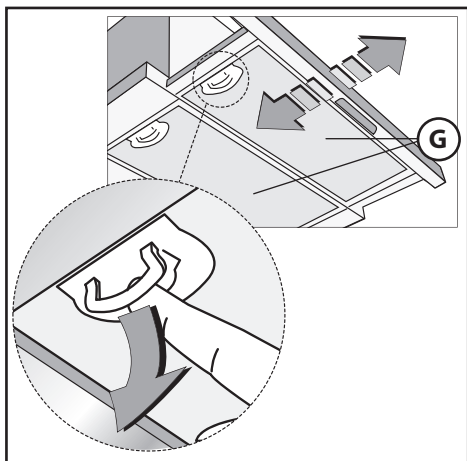
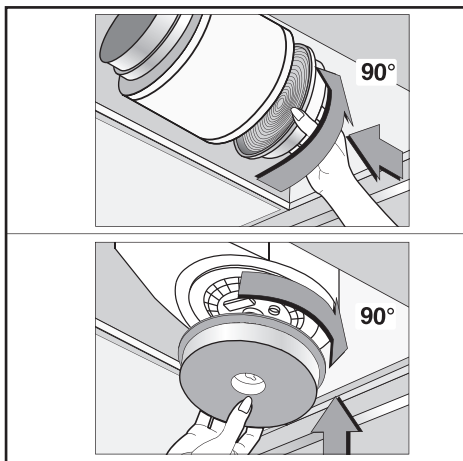

Fig.4
Fig.5
• Det minimala avståndet mellan kokkärlens underlag på kokhällen och spisfläktens nedre del måste vara minst **65 cm**. I det fall ett anslutningsrör används som består av två eller flera delar, måste den övre av delarna träs utanpå den undre delen. Anslut inte kåpens utloppsrör till luftkanaler i vilka varmluft cirkulerar, eller kanaler som används för att evakuera rök från apparater som drivs med annan typ av energi än elektrisk energi. För att förenkla handhavandet av apparaten ska antifettfiltret/-en tas ur innan monteringsmomenten påbörjas (Fig.4).
För att omvandla uppsugningsversionen till en filterversion, skall en återförsäljare kontaktas för köp av aktiva kolfiltre. Filtren skall sättas på uppsugningsenheten som sitter inuti kåpan genom att rotera dem 90 grader tills de kopplats i (Fig.5). Avlägsna gallret **G** (Fig.4) innan arbetet utförs. Luften släpps ut i lokalen genom ett anslutningsrör som passerar genom skåpet och som är anslutet till kopplingsringen **H** (Fig.3B).